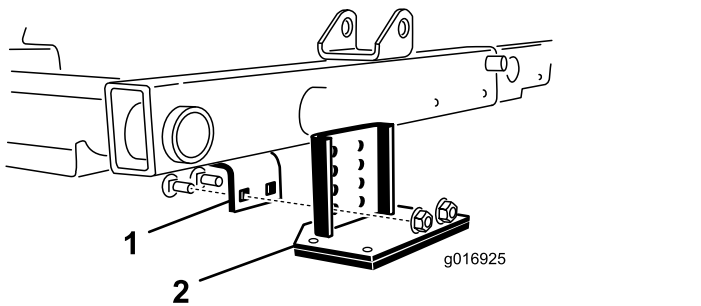

Figura 40
2. Localice el soporte del bastidor encima de la unidad de corte central (Figura 40).
3. Presione hacia abajo sobre el rodillo delantero de la unidad de corte central, y determine qué orificios del soporte basculante quedan alineados con los orificios del soporte del bastidor para obtener el mismo contacto del rodillo al instalarse el soporte basculante (Figura 40).
4. Baje las unidades de corte y monte el soporte basculante en el bastidor con los 2 pernos de cuello cuadrado y las 2 tuercas suministrados con el kit (Figura 40).